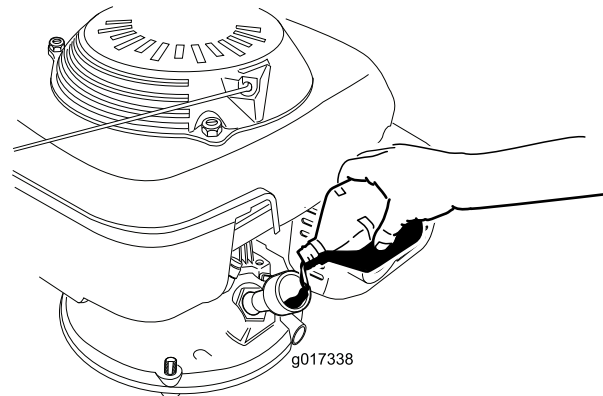

Bild 7
3. Gießen Sie **langsam** etwas Öl in das Füllloch, warten Sie drei Minuten und prüfen Sie den Ölstand am Ölpeilstab; wischen Sie den Peilstab ab und setzen Sie den Ölfülldeckel in das Loch, **schrauben Sie ihn nicht ein (Bild 7)**.